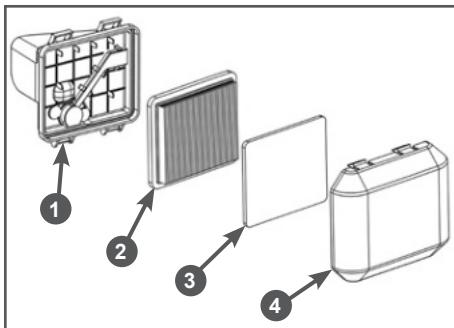

Рис. 14 Обслуживание воздушного фильтра
1. Нажмите на фиксаторы и снимите крышку 4 воздушного фильтра (Рис. 14).
2. Извлеките из крышки воздушного фильтра предварительный фильтрующий элемент 3 (Рис. 14).
3. Извлеките основной фильтрующий элемент 2 (Рис. 14).